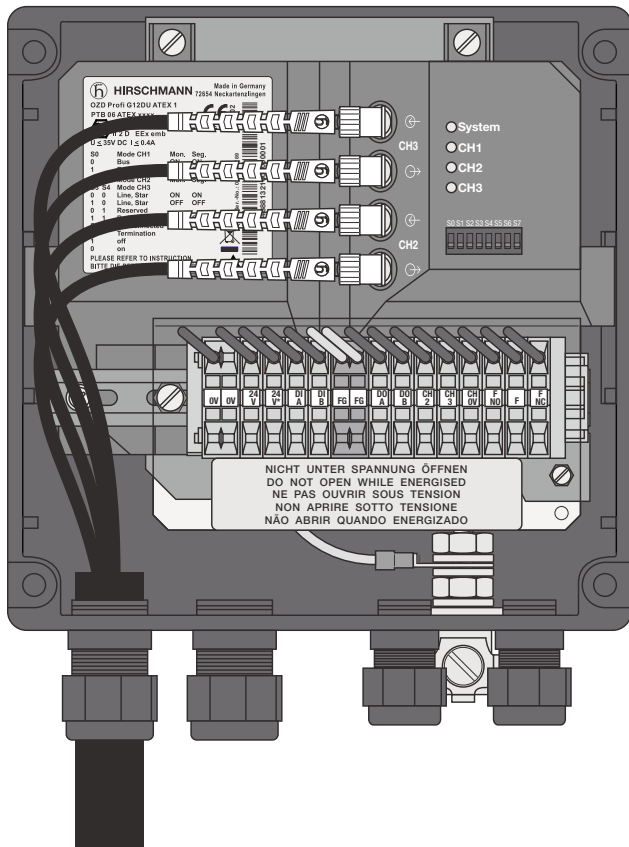

Abb. 20: Leitungsführung der LWL-Kabel beim OZD Profi G12DK ATEX 1
- ▶ Führen Sie LWL-Kabel beim OZD Profi G12DK ATEX 1 und OZD Profi G12DE ATEX 1 wie in Abbildung 20